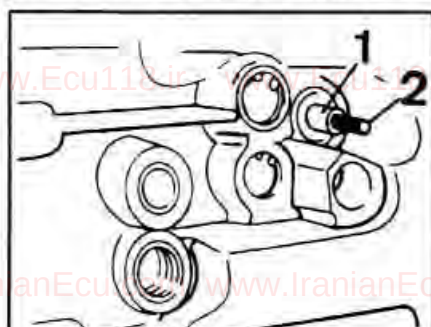

Рис. 5-8. Снятие фиксатора штока выбора передач
- Вынуть пружину и фиксатор (рис. 5-8).